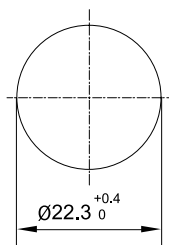

图 2
- 若开孔图开为图 2, 则需按照图 3 方法去除定位块。(不推荐)